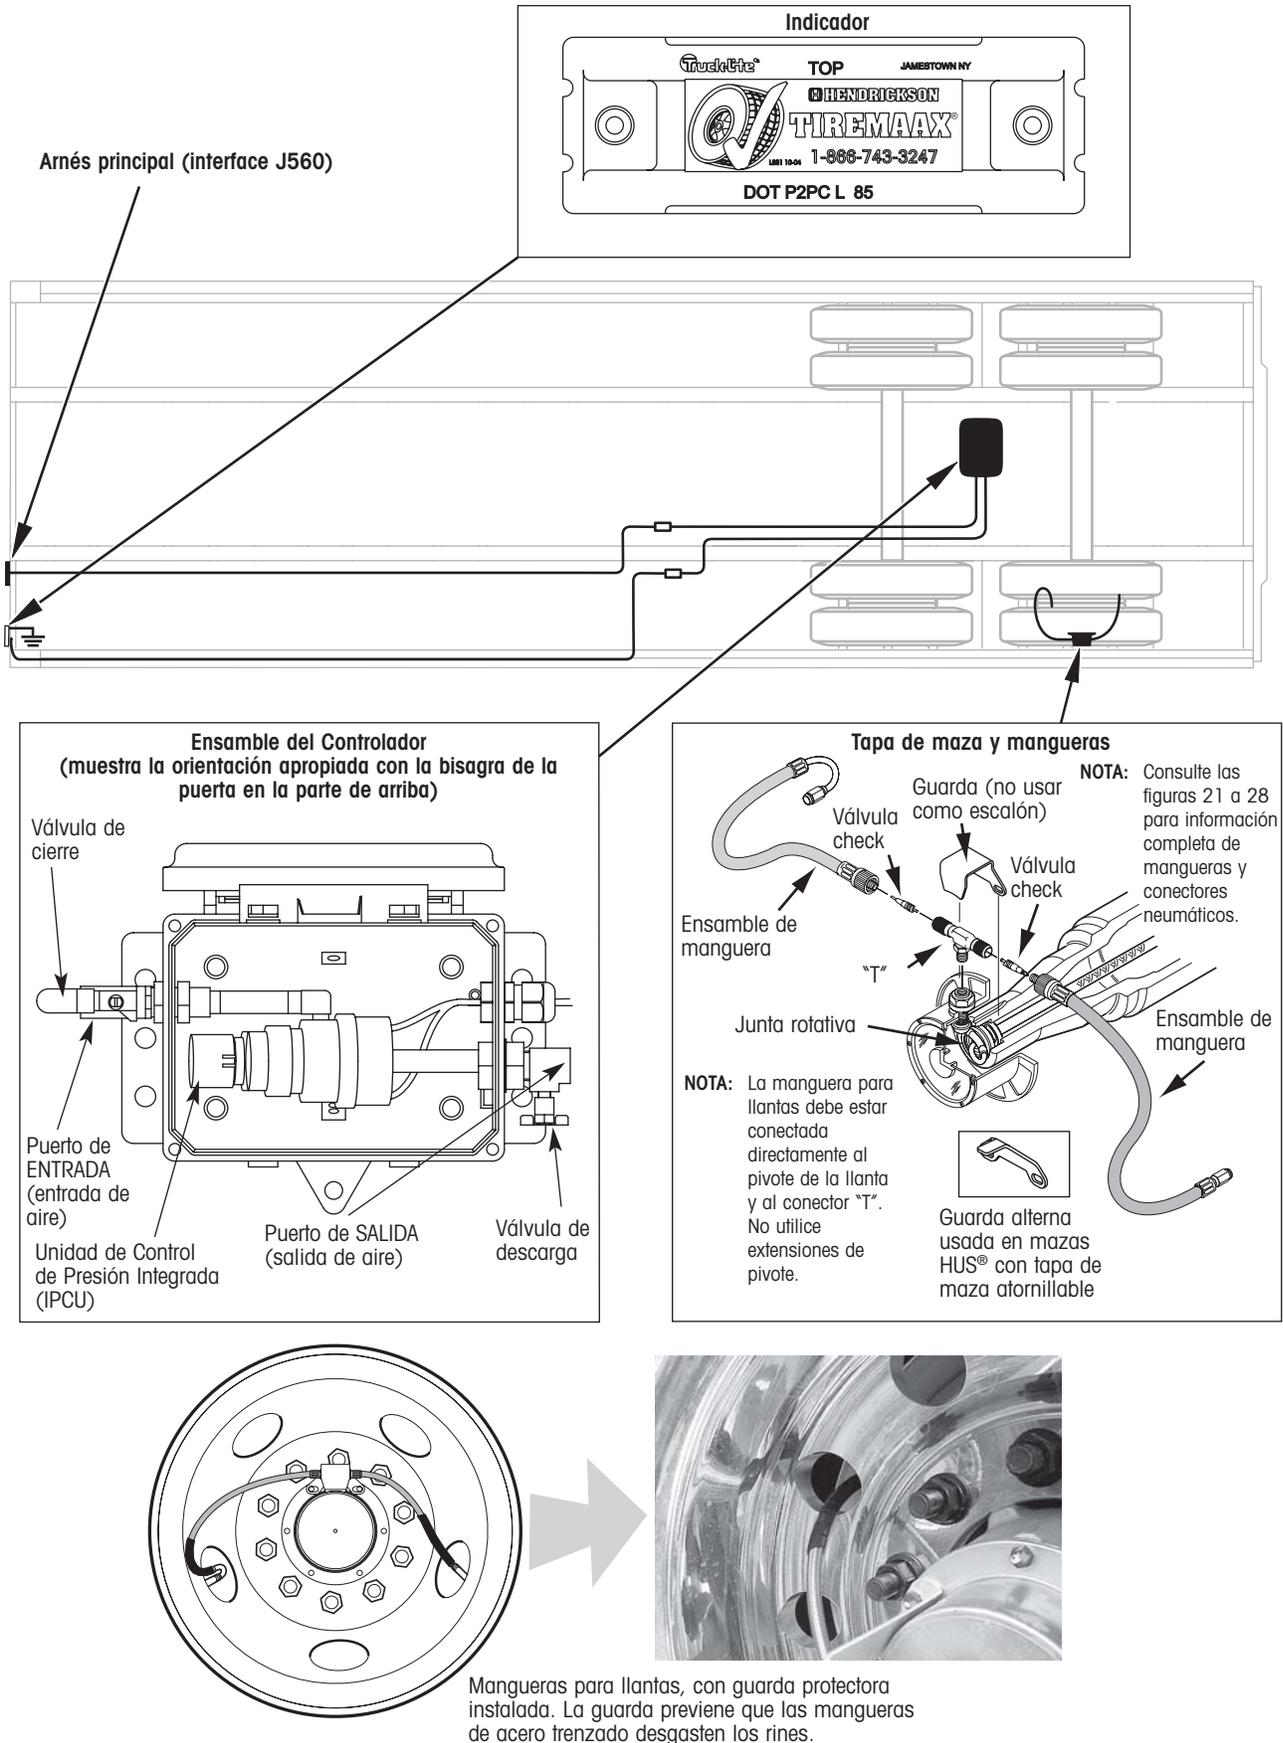

Figura 3. Componentes de TIREMAX® CP
En la figura 3 se muestran los componentes principales del sistema TIREMAAX® CP. Consulte las figuras 21 a 28 para información completa de mangueras y conectores neumáticos.
- separa los puertos de suministro (ENTRADA) y reparto (SALIDA), ver figura 3